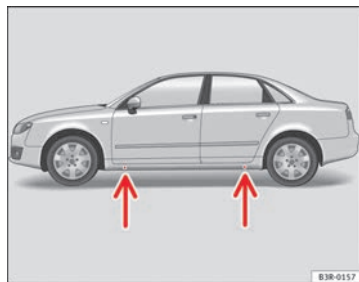

Fig. 180 Cambio de rueda: Puntos de apoyo del gato
- Busque en el larguero inferior el **punto de alojamiento** más cercano a la rueda pinchada ⇒ fig. 180 -flechas-.
En el larguero inferior van marcados los lugares en los que se puede apoyar el gato ⇒ fig. 180 -flechas-. Se ha previsto un lugar para cada rueda. El gato no debe colocarse en otros lugares.